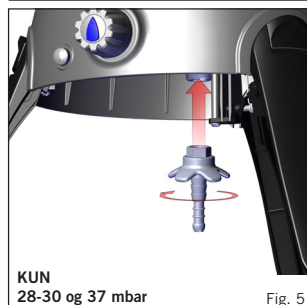

Fig. 5
- **I 3B/P (30), I 3+ (28-30/37) og I 3B/P (37) Enhedskategorier:** Sæt ventilens halestykke på ventilen (fig.5) ved at skrue det på imod urets retning. Skub en slange med en indvendig diameter på 8 mm på ventilens halestykke indtil den sidder godt fast. På den anden ende påsættes en passende 30 mbar lavtryksregulator (I 3B/P (30) og I 3+ (28-30/37) butankonfiguration) eller en 37 mbar lavtryksregulator (I 3+ (28-30/37) propankonfiguration), idet det skal sikres at slangen sidder godt fast. Den anvendte slange skal overholde BS 3212:1991 / SABS 1156-2 eller tilsvarende.
- **I 3B/P (50) enhedskategori:** Skru en slange med det rigtige gevind på hver ende, på det venstre 1/4" BSP gevind på ventilen. Fastgør en passende 50 mbar lavtryksregulator på slangens anden ende. Slangen skal være i overensstemmelse med DIN 4815 del 2 eller lignende.